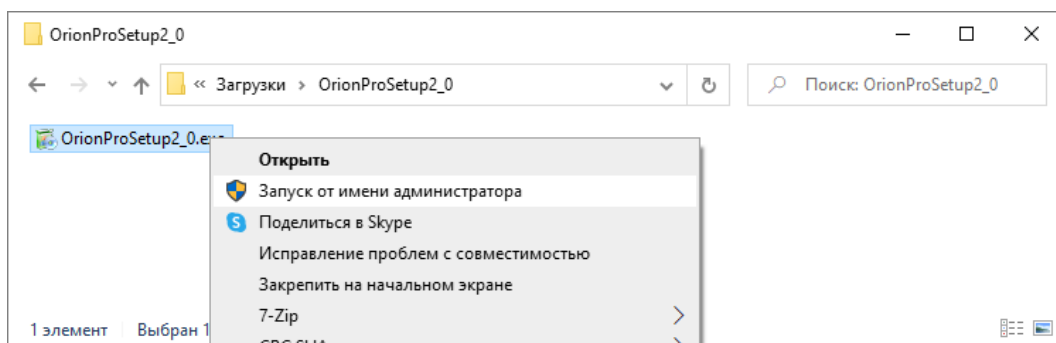

Рисунок 2-23 Запуск дистрибутива от имени администратора
- 2) Запустите дистрибутив от имени администратора (см. Рисунок 2-23);